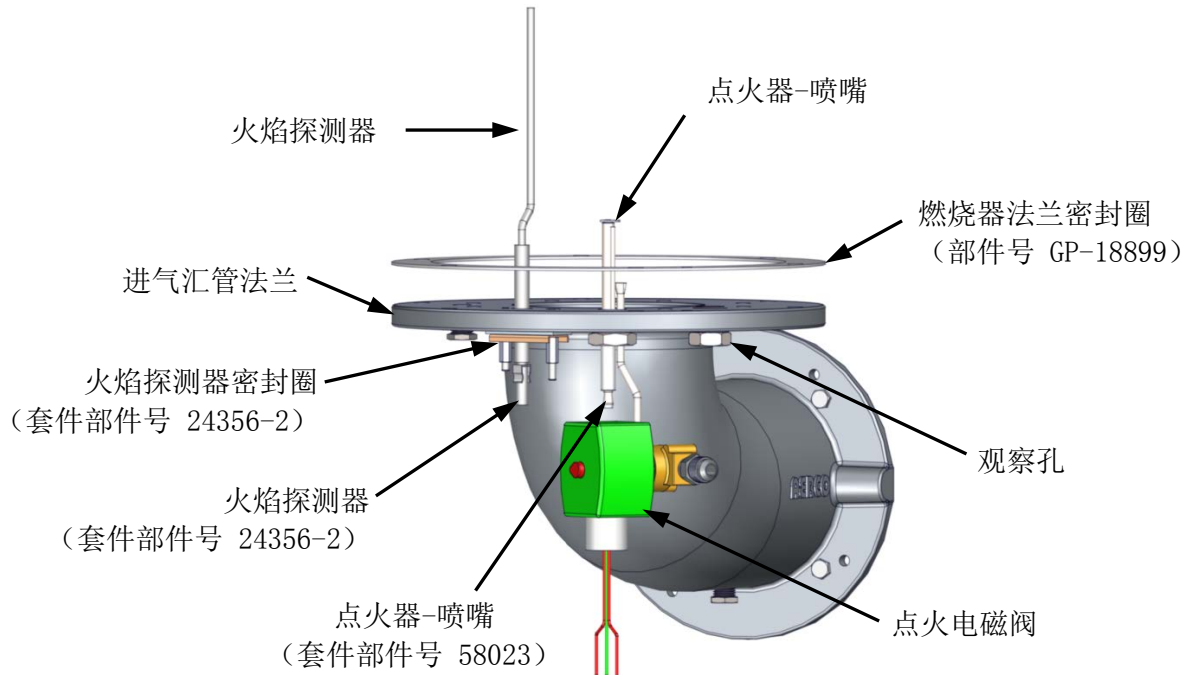

图 6-1.带点火器-喷嘴和火焰探测器的进气汇管
点火器-喷嘴位于进气汇管的法兰上，在设备换热器的底部。图 6-1 所示为进气汇管（已从热水锅炉中卸下），其中显示了点火器-喷嘴、火焰探测器和垫圈（套件部件号 **24356-2**）及相关组件的位置。
4. 请参见图 6-1。断开用于将点火器-喷嘴的燃气注入管固定到点火组件弯管的压缩螺母。将点火组件与点火器-喷嘴断开。
火焰探测器（套件部件号 **24356-2**）用于所有创新牌热水锅炉型号。火焰探测器也位于进气汇管的法兰上，如图 6-1 和 6-2 所示。火焰探测器可能很烫，因此在卸下之前先让设备充分冷却。
4. 卸下两 (2) 个用于将火焰探测器固定到进气汇管的六角螺母（图 6-1 和 6-2）。火焰探测器分别使用一 (1) 个 #10-32 和一 (1) 个 #8-32 六角螺母固定到燃烧器进气汇管。
6. 卸下两 (2) 个用于将火焰探测器固定到进气汇管的六角螺母（参见图 6-1 和 6-2）。
8. 从点火器-喷嘴拆下缆线，松开燃气注入管的压缩螺母和弯头（图 6-1），然后从歧管法兰卸下整个点火组件（螺母/弯头、电磁阀、金属接管和燃气金属软管）。